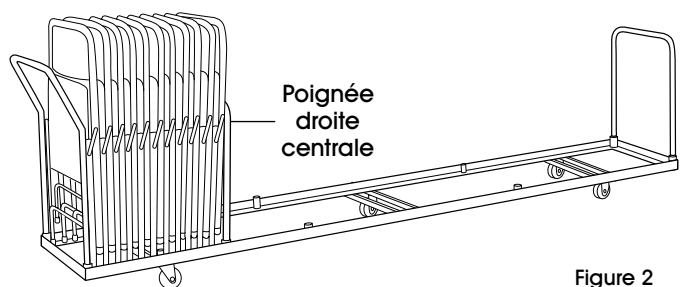

Figure 2
- If fewer than 25 chairs are stacked, start stacking chairs on the left end of the dolly. (See Figure 2)
- Lorsque vous avez moins de 25 chaises à ranger, commencez à les empiler sur le côté gauche du socle roulant. (Voir Figure 2)